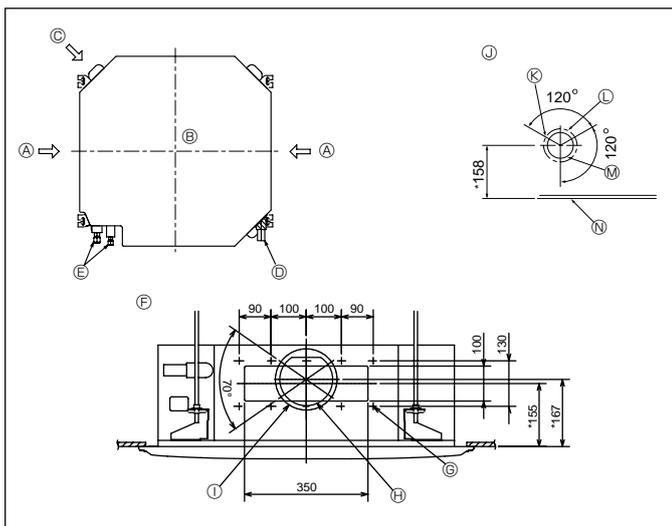

Fig. 2-3
2.3. Opleggingen voor pijpafpakking en luchtinlaat (Fig. 2-3)